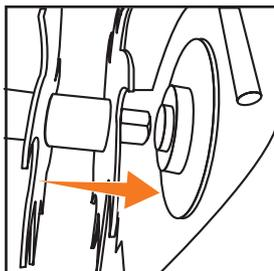

Рис. 33
- Вставьте вал в шестигранную приводную втулку справа и надавите (Рис. 33).